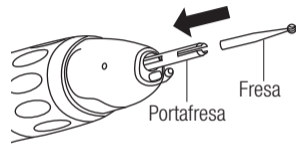

Fig. 3
- 2) Inserire nel mandrino il portafresa in dotazione. (Fig. 3)